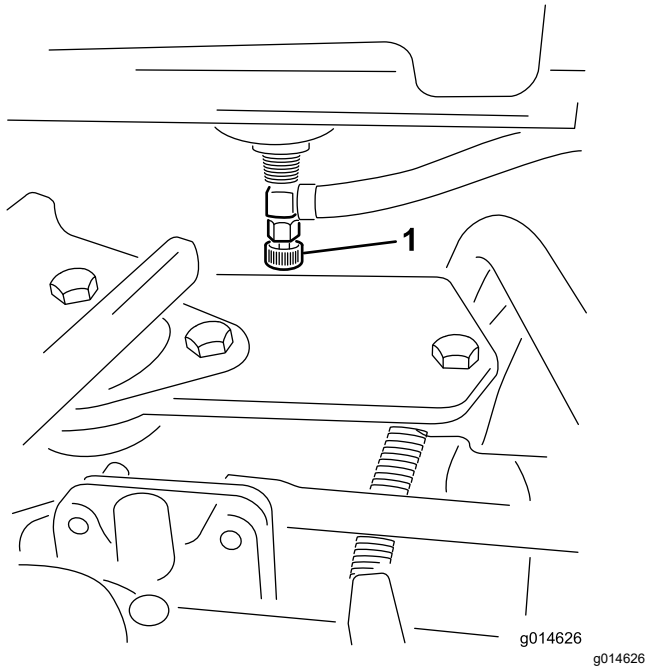

Figure 34
1. Fermez le robinet d'arrivée de carburant (Figure 34) situé au-dessous du réservoir de carburant.